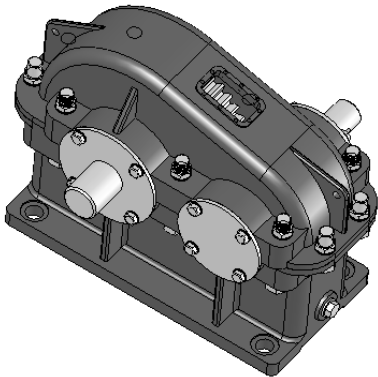

图 10-71 减速器装配体
(1) 减速器装配体，如图 10-71 所示，根据已经建立各零部件模型进行减速器装配体设计，并由减速器装配体生成爆炸视图。